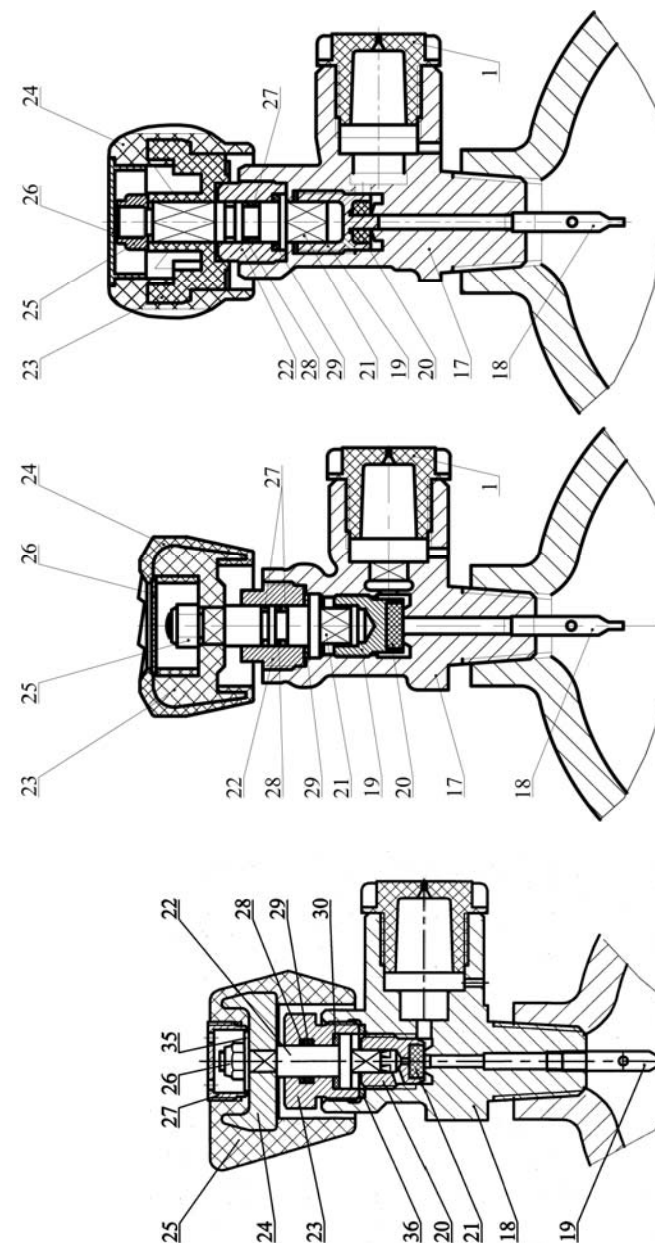

Рисунок 3 – Вентиль
1.4.2.2.2 Вентиль К44-43.0-S140 (рис. 3б) и VOA6GAI004 (рис. 3в).
- ключ № 9 – для вращения гайки 12 вентиля (рис. 3);